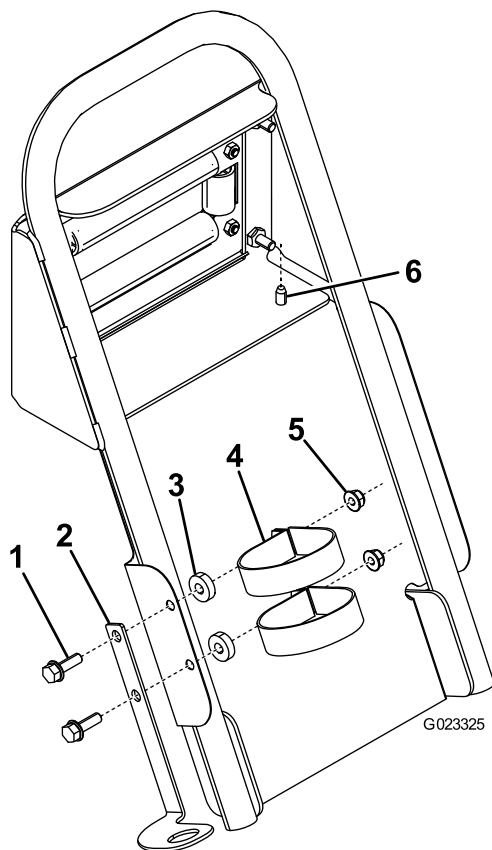

図 12
7. 泥除けシールドの上部をハンドルに固定するタップねじ2本を使用する図 12。
8. スプレーガン・ホルダーを、泥除けシールドに図 12 に示すように取り付ける。